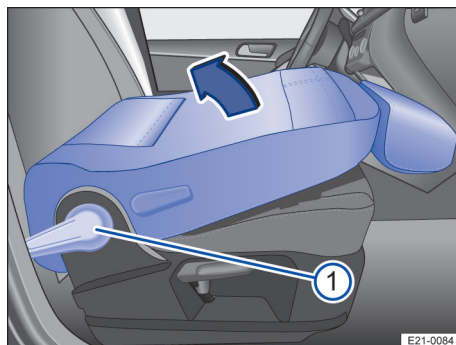

Fig. 63 Scaunul pasagerului față: Rabatarea spătarului spre înapoi.
2. Pentru rabatarea înapoi, apăsați maneta → fig. 63 ① în jos, pentru a debloca
3. Rabatați spătarul scaunului pasagerului față în sensul săgeții → fig. 63 spre înapoi, în poziția verticală.